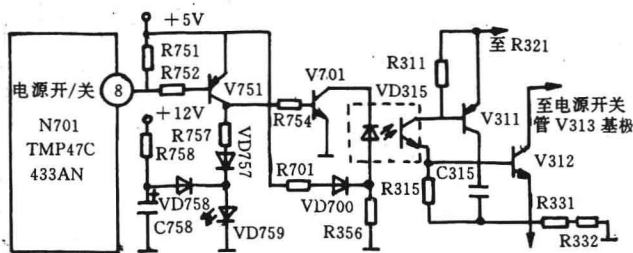

图 71 牡丹 54C10A 型机电源开/关控制电路
牡丹 54C10A 型机电源开/关控制电路(见图 71)为例,将光电耦合器隔离控制电路分析如下:当开机接通电源开关时,由副电源电路产生的 +5 V 电压供给微处理器 N 701 (TMP47C433AN)⑫脚(V_{DD})和 N 701 ⑬脚复位电路,对微处理器进行清零复位初始化工作,并在时钟的控制下, N 701 ⑧脚(电源开/关控制端)输出低电平(0 V)→驱动三极管 V 751 饱和导通(此时 VD 759 电源指示发光二极管点亮)→V 701 亦饱和导通→光电耦合器 VD 315 内发光二极管发光(以上为冷端)→VD 315 内的光敏三极管被光激励而导通(以下为热端)→光电耦合器控制管 V 311 饱和导通→开关管基极分流控制管 V₃₁₂ 随之饱和导通→开关管 V₃₁₃ b 极电流被 V₃₁₂ 旁路而 V₃₁₃ 截止不工作,电视机处于“等待”状态。